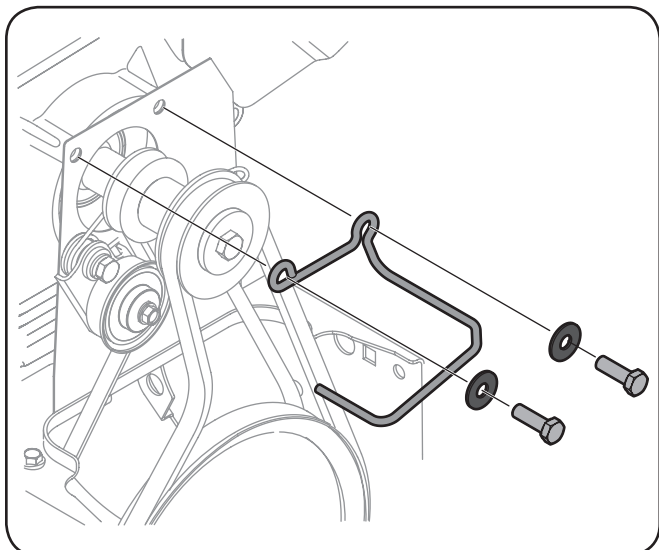

Figura 7-2
3. Afloje y retire los dos tornillos y arandelas planas que aseguran la guía de la correa. Vea la Figura 7-2. Retire la guía de la correa.